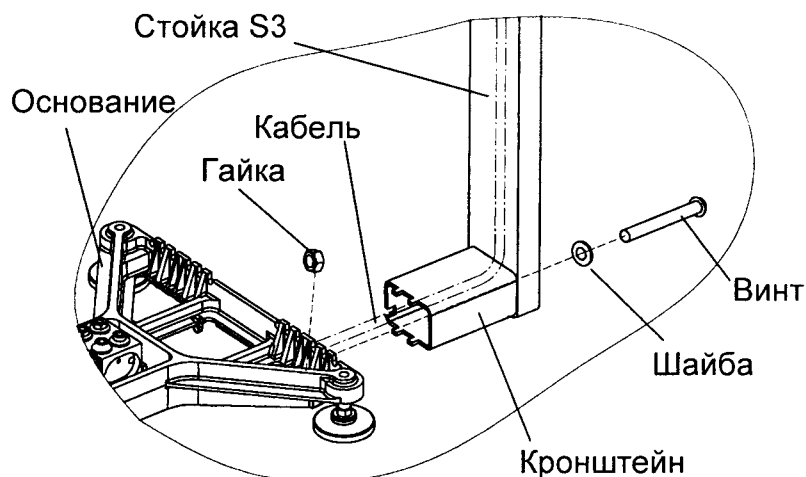

Рисунок 7 - Крепление прямоугольной стойки к основанию весовой платформы ТВ-S_A
- обязательно протянуть кабель весовой платформы через кронштейн и стойку (см. рисунок 7);